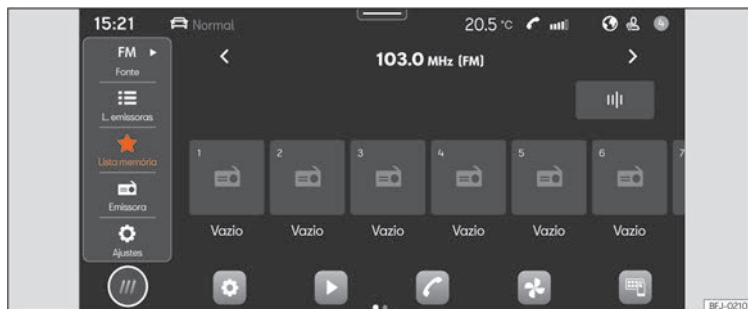

Fig. 154 Esquema: Vista Rádio
- Pressione **HOME** > >>> Fig. 154.